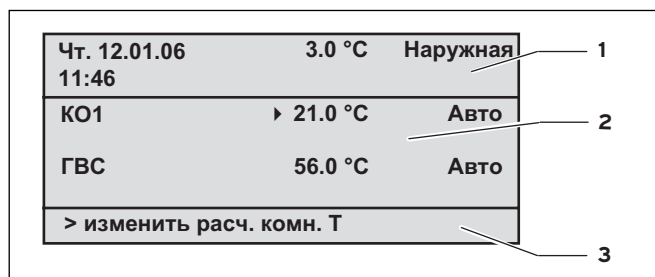

Рис. 4.2 Обзор дисплея (пример режима основной индикации)
- режим основной индикации (рис. 4.2)
Описанная далее концепция управления касается режима основной индикации (рис. 4.2) и разных страниц для индикации/ввода уровня пользователя.
Исходная ситуация: Вы находитесь в режиме основной индикации (см. рис. 4.2). Как попасть в режим основной индикации, см. в гл. 4.3.3.
Нажатием на один или оба задатчика Вы переходите из упрощенного режима основной индикации на следующую дисплейную страницу (см. рис. 4.2).